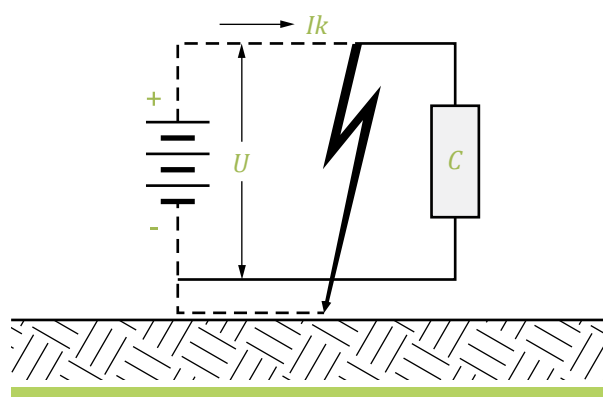

Figura 12
- » Segundo caso: En este caso (figura 12), el valor que adquiere la corriente de cortocircuito  $I_k$  no solo está influenciado por el valor de la tensión  $U$ , la resistencia de los cables involucrados, sino también por la resistencia del circuito que se forme por tierra.